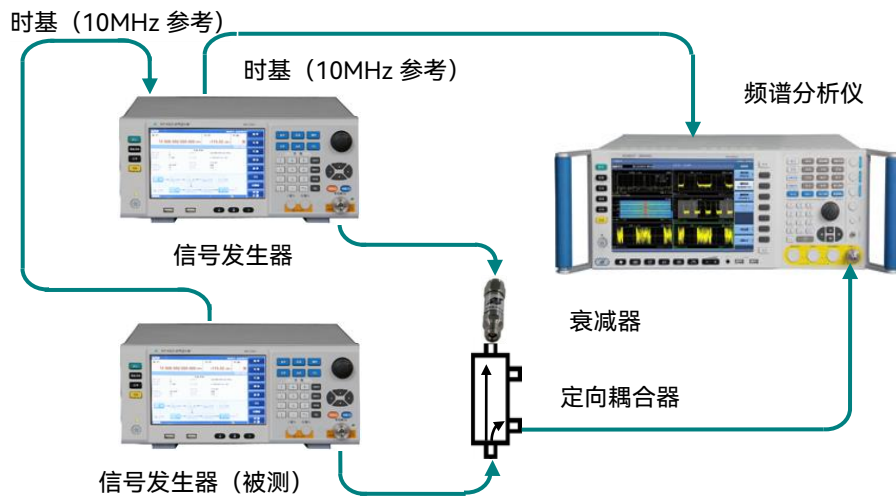

图 8.10 输出端口源驻波比测试连接图
- 1)按图 8.10 连接测试设备。被测信号发生器设置为内稳幅连续波输出状态，频率 2GHz，输出功率为 0dBm。